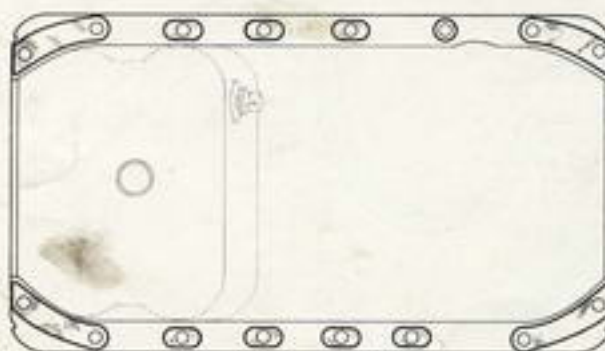

Fig. 20
- Monter le carter en faisant attention aux joints d'arrondis et serrer les vis modérément (Ne pas oublier de mettre les plaquettes de renforcement aux extrémités du carter, comme l'indique la figure 20).